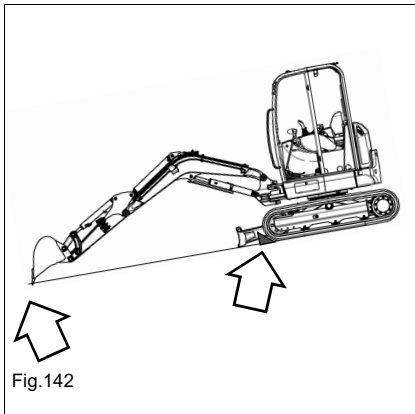

Fig.142
- Asegurar la máquina con cuñas de calce (ver Fig. 142).